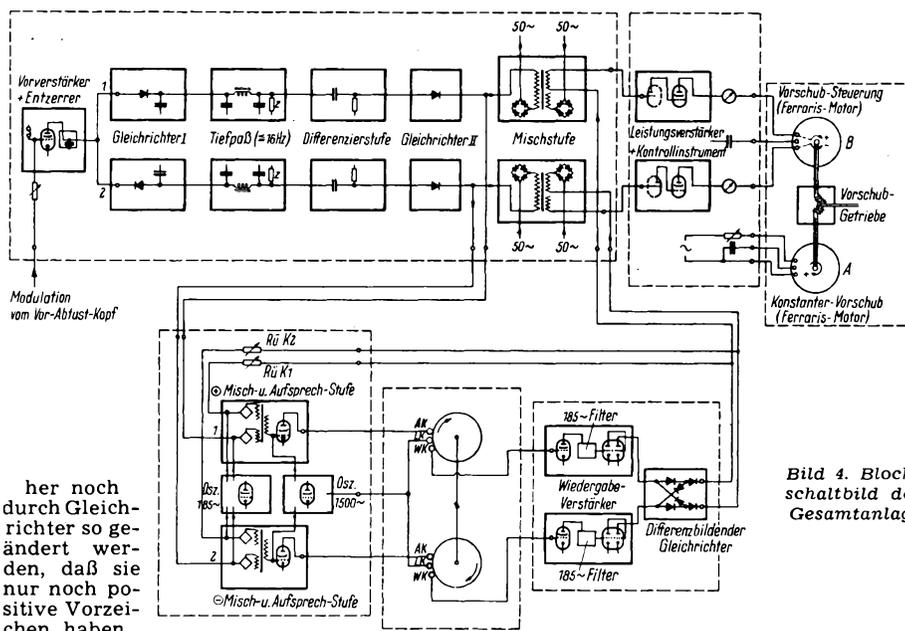
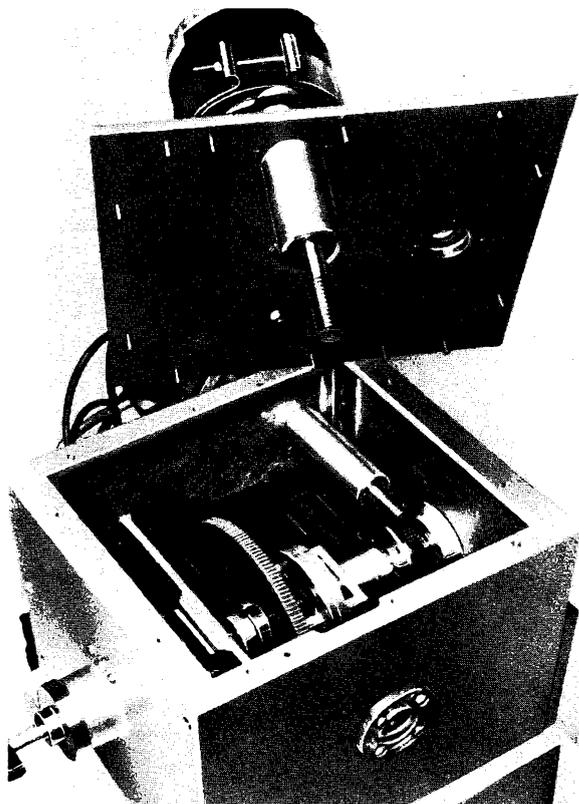

Bild 4. Blockschaltbild der Gesamtanlage
Bild 7. Differentialgetriebe (Vorschubgetriebe)
Bild 4 erläutert die Gesamtanlage. Rechts sind zwei Motoren A und B angedeutet. Motor A bewegt die Schneiddose mit gleichbleibender Geschwindigkeit zum Plattenmittelpunkt; er bewirkt den Nullrillenvorschub. Dieser konstanten Drehung des Motors überlagert sich über ein Differentialgetriebe (Bild 7) die Drehung des Motors B, dessen Steuerung durch den Leistungsverstärker vorgenommen wird. Dieser Motor ist in Ruhe, solange sich die abgetastete Lautstärke nicht ändert; wird sie größer, so wird der Schneid-
Wie Bild 4 außerdem erkennen läßt, werden die differenzierten und gleichgerichteten Impulse von beiden Kanälen zum Speicher abgezweigt und hier nach Modulation mit einer gut aufzuzeichnenden Frequenz zur Magnetisierung zweier kreisförmiger Magnetfolien be-
gewonnen und additiv mit der Vormagnetisierungsfrequenz (1500 Hz) gemischt. Die entstandene Wechselspannung wird den beiden Aufsprechköpfen (AK in Bild 4) zugeführt.
B) Speichermechanik: Wir erwähnten, daß die positive Verlagerung der Rille bei jeder Umdrehung etwas früher und die negative etwas später beginnen muß, anderenfalls laufen die Rillen in den Verlagerungsflanken ineinander. Man erreicht dies durch eine Beschleunigung der Rotationsgeschwindigkeit der mit den positiven Verlagerungsimpulsen beschriebenen Folie gegenüber der anderen. Im Mittel ist die Laufzeit der Folie zwischen den jeweiligen Aufsprech- und Wiedergabeköpfen (AK und WK in Bild 4) gleich der Umlaufzeit der zu schneidenden Schallplatte. Hiervon unterscheiden sich die Laufzeiten beider Magnetfolien um + 5% bzw. - 5%. Das heißt aber nichts anderes, als daß eine Verlagerungsstrecke sich nach höchstens zehn Umdrehungen bis auf einen Umfang verlängert und dann mit ihrer ansteigenden Flanke auf die abfallende stößt.